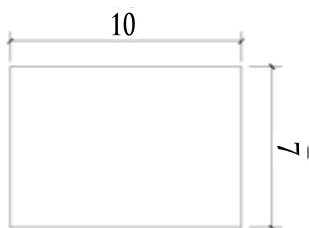

图 4-21 根据面积绘制矩形
- ☆ 面积 (A): 通过指定矩形的面积来绘制矩形。使用该方法，需要利用第一个角点、矩形面积、矩形长度 (或矩形宽度) 3 个要素进行绘制，效果如图 4-21 所示。其命令行提示如下：